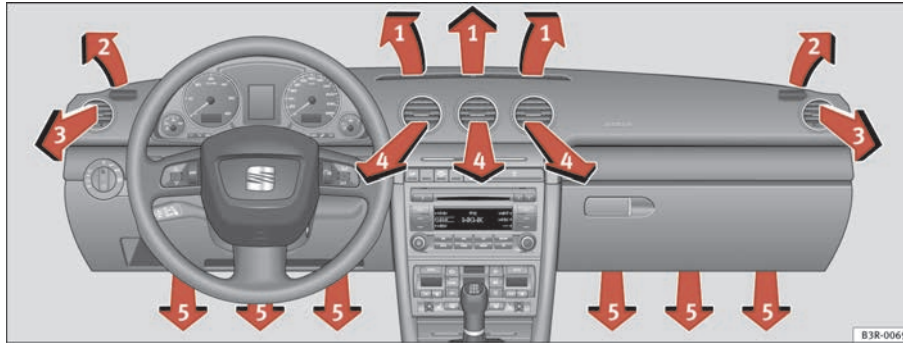

Abb. 135 In der Instrumententafel: Anordnung der Luftaustrittsdüsen
Die Luftaustrittsdüsen ⇒ Abb. 135 ③ und ④ können wie folgt bedient werden.
Die drei Tasten haben folgende Bedeutung. Die Zahlen beziehen sich auf die Luftaustrittsdüsen ⇒ Seite 166, Abb. 135.
Der Gebläsemotor wird nach Ausschalten der Zündung über das Solardach mit Solarstrom betrieben. Achten Sie bitte darauf, dass die Düsen 3 und 4 geöffnet sind ⇒ Seite 166, Abb. 135, um eine optimale Belüftung zu erreichen.